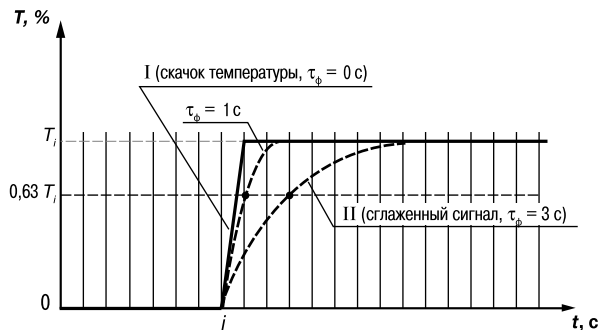

Рис. 4
3.2.4.3. Во-вторых, фильтр устраняет шумовые составляющие сигнала, осуществляя его экспоненциальное сглаживание. Основной характеристикой экспоненциального фильтра является постоянная времени τ_ϕ — интервал, в течение которого сигнал достигает 0,63 от значения каждого измерения T_i (рис. 4).
3.2.4.4. При больших значениях τ_ϕ фильтр вносит значительное запаздывание, но шумы заметно подавлены (кривая II на рис. 4). При τ_ϕ близких к нулю фильтр довольно точно отслеживает изменения входного сигнала, но уровень шума практически не уменьшается (кривая I на рис. 4). При установке оптимальных значений параметров фильтра (подробнее см. раздел 6.2.2) задержка сигнала, вносимая фильтром, не будет оказывать отрицательного влияния на процесс регулирования, при этом сохранится эффективность подавления помех.